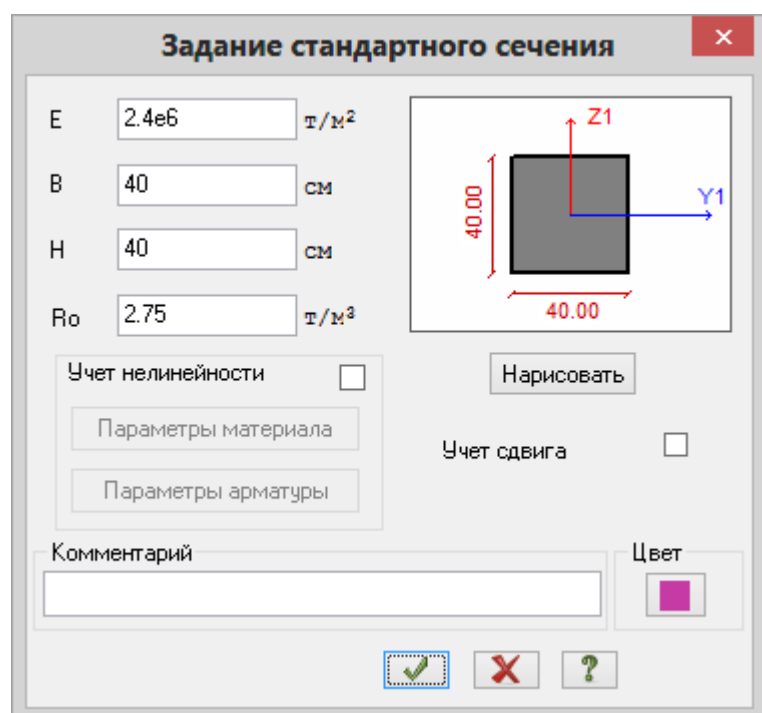

Рис.21.6. Диалоговое окно **Задание стандартного сечения**
- В диалоговом окне **Задание стандартного сечения** (рис.21.6) задайте параметры сечения **Брус**: